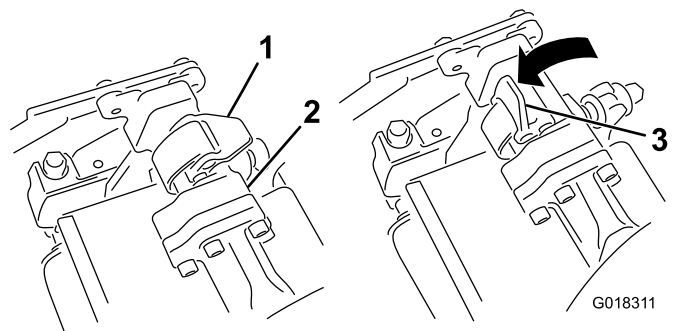
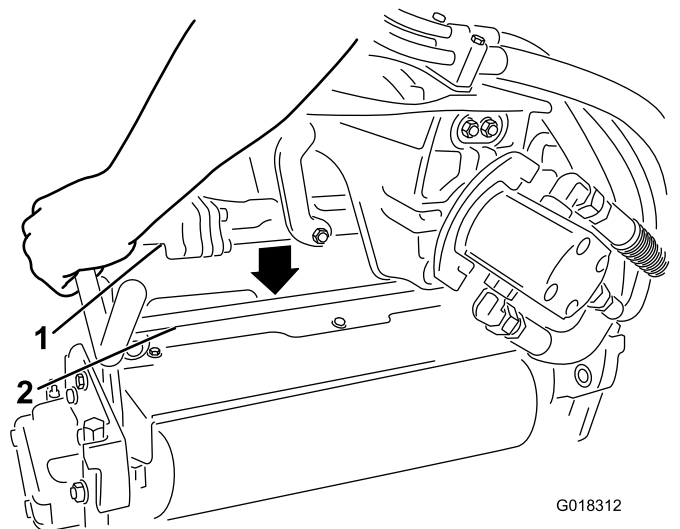

Figura 2
Figura 3
2. Con los enganches de la barra del brazo de suspensión abiertos (Figura 2), empuje hacia abajo el brazo de suspensión de modo que encaje sobre la barra superior del aireador (Figura 3).
3. Cierre los enganches para bloquear el aireador en su sitio (Figura 2)